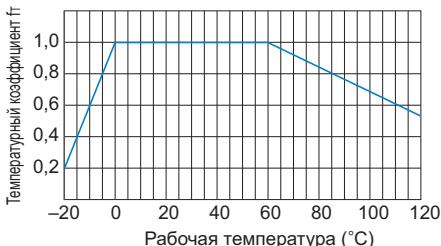

Рис.2 Температурный коэффициент
Рост температуры переходной гайки сверх пределов нормального диапазона уменьшает устойчивость гайки к образованию задиров и прочность материала. Следовательно, необходимо умножить допустимый динамический крутящий момент (T) и допустимую динамическую тяговую нагрузку (F) на соответствующий температурный коэффициент, указанный на Рис.2.
- f_t : температурный коэффициент (см. Рис.2)